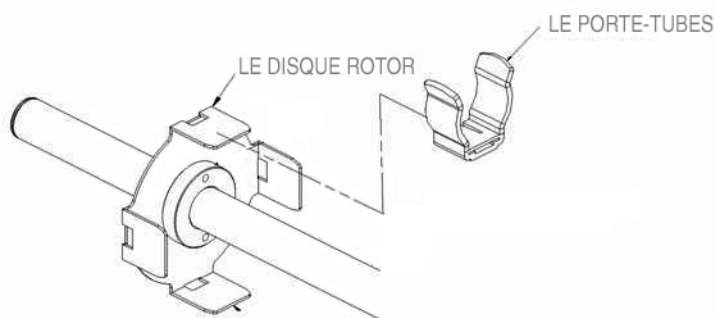

Figure 2
1. Soulevez la patte et faites glisser le porte-tubes sur le disque rotor jusqu'à ce que le porte-tubes s'enclenche avec un déclic. Consultez les figures 2 et 3 ci-dessous.